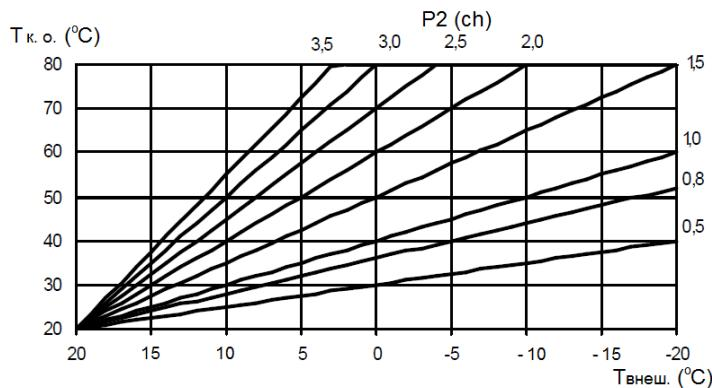

Рис. 3 График зависимости температуры в контуре отопления от внешней температуры при комнатной температуре 20 °C
- с помощью изменения значений параметра подобрать наиболее оптимальную температуру теплоносителя в контуре отопления (см. рис. 3). Нижняя точка температурной кривой выбирается изменением параметра в интервале 20 ÷ 35 °C.